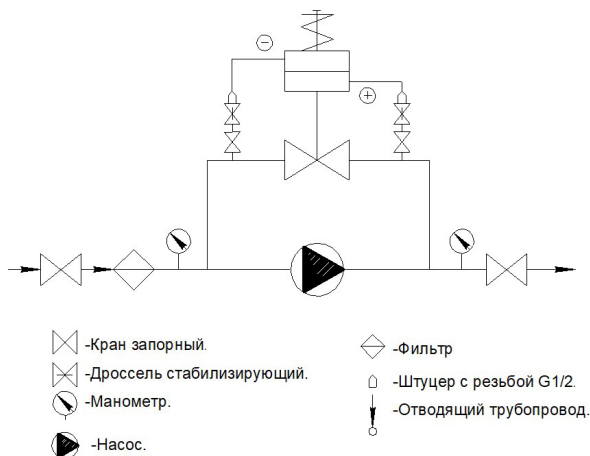

Рисунок 4
– установить штуцеры из комплекта регулятора на трубопровод согласно схеме подключения регулятора (рис. 4) в месте, удобном для подсоединения импульсных линий. Штуцер вкручивается в